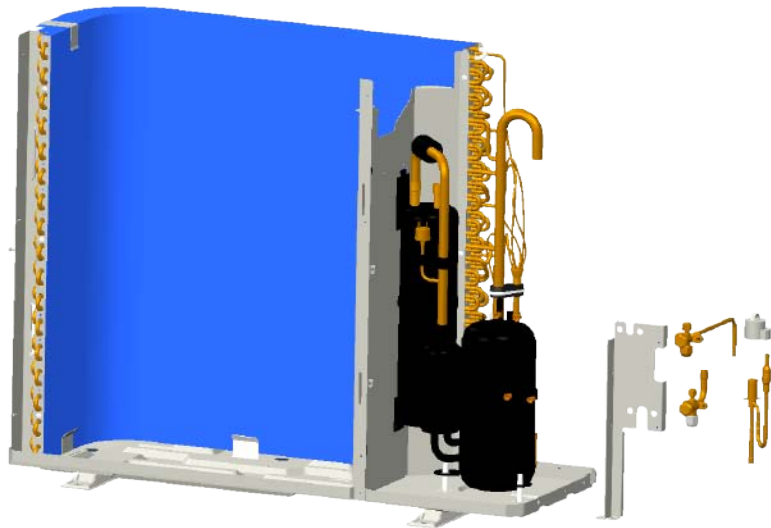

Fig.13
- Desoldar los tubos (Fig. 13)